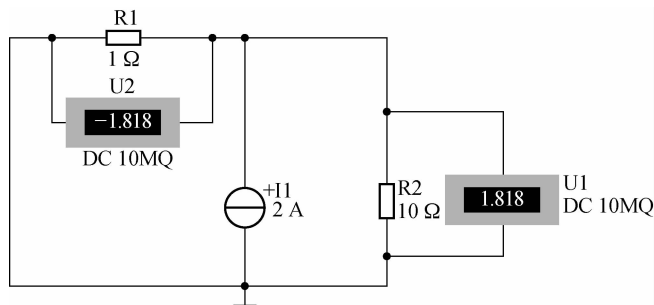

图 2-52 电流源单独作用时的电路测试
- (1) 打开 Multisim 仿真实验软件, 建立如图 2-52 所示的实验电路。
- (2) 记录 R_1 两端的电压 U_{12} 、 R_2 两端的电压 U_{22} , 并填写在表 2-9 中。